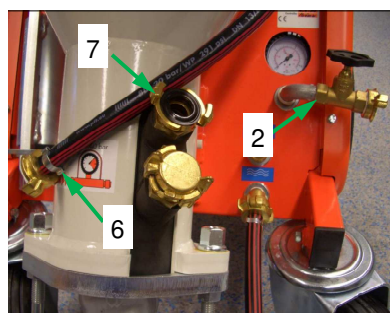

Fig. 34 : Vanne de drainage de l'eau
2. Tourner le commutateur-sélecteur (1) pour fonctionnement avec/sans eau vers la gauche sur la position « Eau ».
3. Ouvrir la vanne de drainage (2) (fig. 34) jusqu'à ce seule de l'eau s'écoule. Refermer la vanne de drainage.
4. Actionner la touche d'alimentation en eau (3) et la maintenir enfoncée jusqu'à disparition des bulles d'air dans le débitmètre.
5. Régler le débit prévu sur la vanne à pointe (4). Indication visible au niveau du cône dans le verre de regard du débitmètre (5).